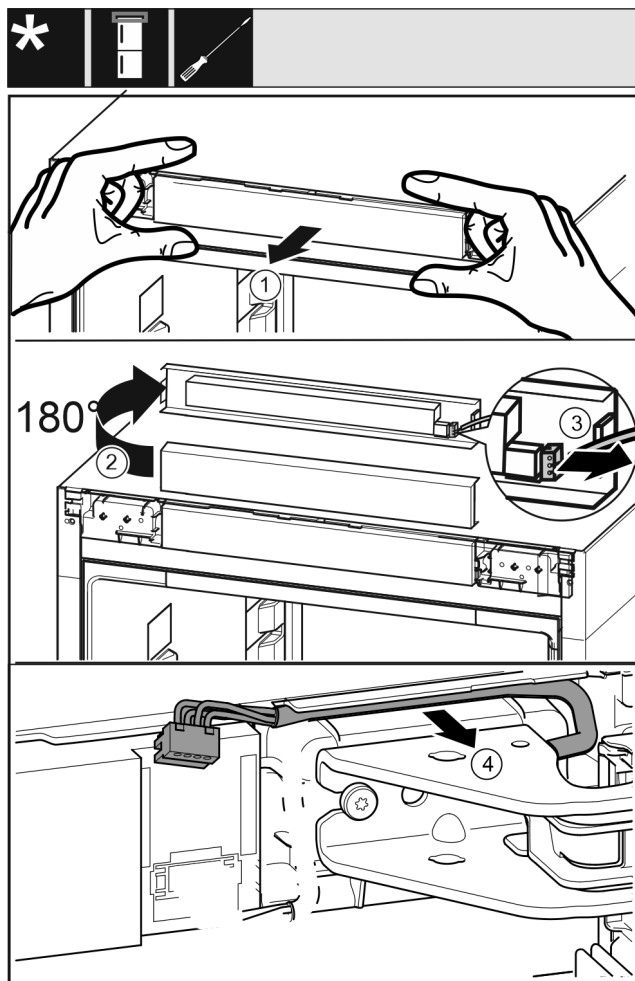

Fig. 22
- Óvatosan válassza le a kezelőpanelt Fig. 22 (1) előre felé.
- Fordítsa el a kezelőpanelt Fig. 22 (2) felfelé 180°-kal.
- Nyomja hátrafelé a reteszelő bütyköt Fig. 22 (3), és óvatosan húzza ki a dugót.
- Óvatosan vegye ki a csapágybak feletti kábelt Fig. 22 (4) a vezetősínből.